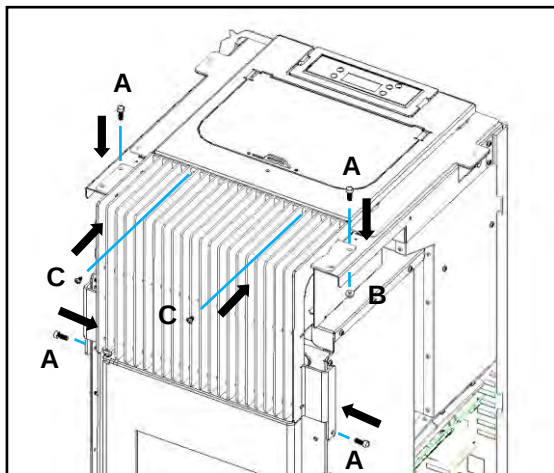

Figura 34 – Aperto da grelha frontal
c) Na parte superior da grelha fixar com dois parafusos **C** (DIN 7981 4,2x9,5) directamente no tampo anteriormente colocado, de seguida fixar com dois parafusos **A** (DIN 912 M5x12) e utilizar porcas **B** (Porcas M5 DIN 6923), por fim, na parte inferior fixar com dois parafusos **A** (DIN 912 M5x12) directamente na máquina, como demonstra a Figura 34.